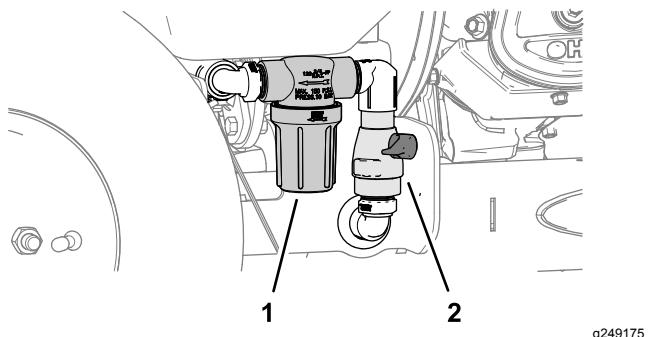

Figure 64
2. Tournez la manette de la vanne d'arrêt de la pompe de 90° dans le sens antihoraire à la position FERMÉE (Figure 64).
3. Placez un bac de vidange sous le filtre (Figure 64).
9. Tournez la manette de la vanne d'arrêt de la pompe de 90° dans le sens horaire à la position OUVERTE (Figure 64).